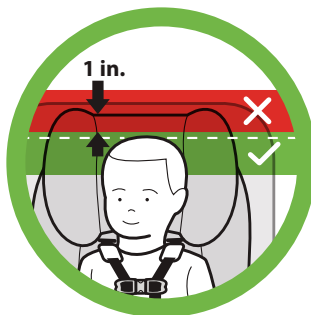

Figura 1
- La parte superior de la cabeza del niño debe quedar al menos a 1 pulg. (2,5 cm) por debajo de la parte superior del apoyacabezas del asiento de seguridad, como se muestra en la **figura 1**. Si la parte superior de la cabeza del niño queda a menos de 1 pulg. (2,5cm) o debajo de la parte superior del apoyacabezas en la posición más alta, entonces el niño está demasiado grande para ir en el asiento viendo hacia atrás, y se debe hacer el cambio a la posición viendo hacia adelante.